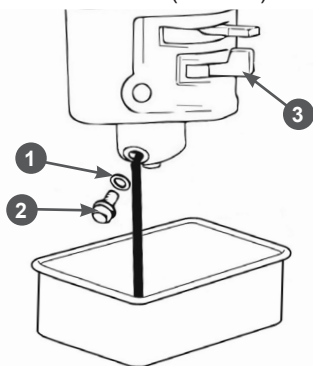

Рис. 30. Обслуживание карбюратора
1. Установите под карбюратор подходящую емкость (Рис. 30).
- Установите рычаг топливного крана 3 в положение «ЗАКРЫТО» (Рис. 30).
- Открутите болт 2 сливного отверстия и слейте топливо из поплавковой камеры карбюратора в приготовленную для этого ёмкость (Рис. 30).